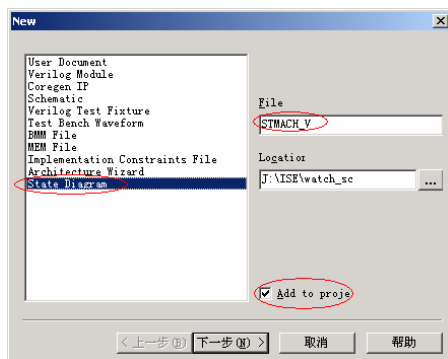

图9-21 新建状态机资源“stmach_v”
- (1) 单击新建资源快捷按钮，弹出新建资源对话框，选择新建资源类型为“Schematic”类型，新建文件名为“stmach_v”，并且直接添加到工程中去，如图 9-21 所示。